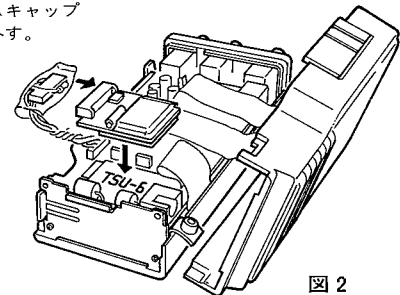

図2
5. 前面パネルの内側にはフラットケーブルがついています。配線に注意しながら前面パネルをはずします(図2)。
8. TSU-6に、本体のコネクタを接続します(図2)。
9. 本体基板上のTSU-6の外形が印刷された位置に、TSU-6を貼り付けます(図2)。